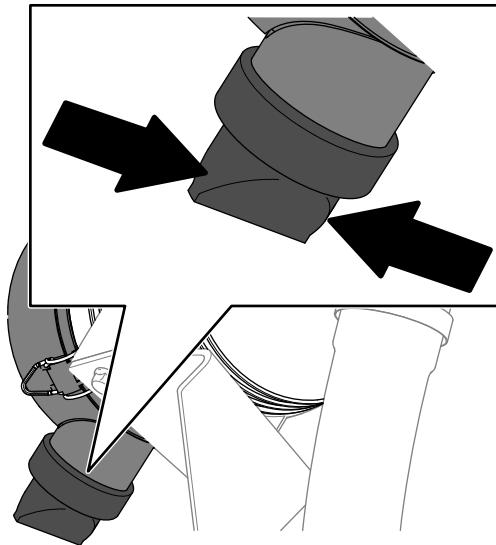

Bild 109
5. Drücken Sie auf das Staubaustragsventil (Bild 109).